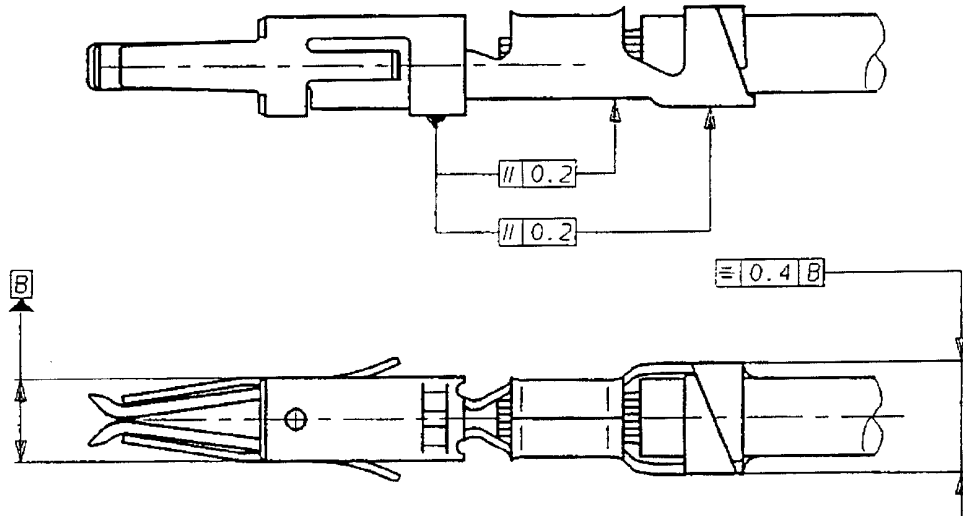

Bild 3
A. Kontakte mit Isolationscrimp (Bild 3)